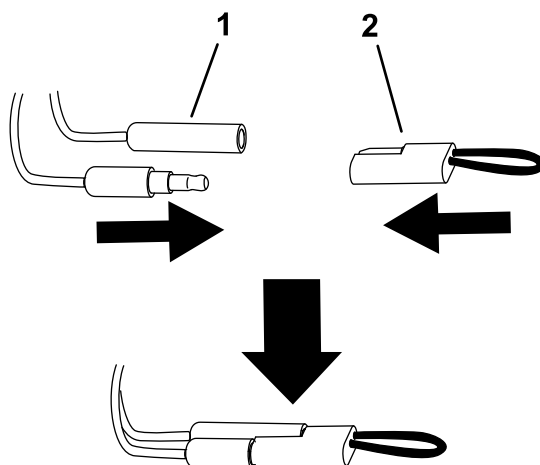

Figure 12
5. Débranchez les connecteurs d'étalonnage et remettez le capuchon sur les connecteurs (Figure 12).